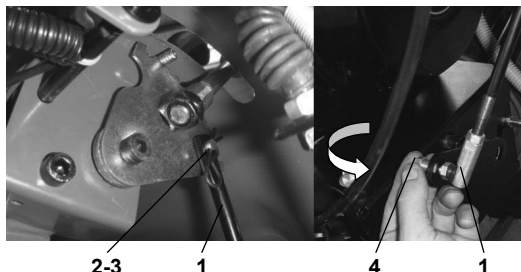

Fig. 3
3. **Montare la biella** (Fig. 3): estrarre il morsetto di serraggio e il cuscinetto a spinotto, fare un foro sulla biella, inserire il morsetto nel cuscinetto e serrare con un dado sul lato opposto della biella.